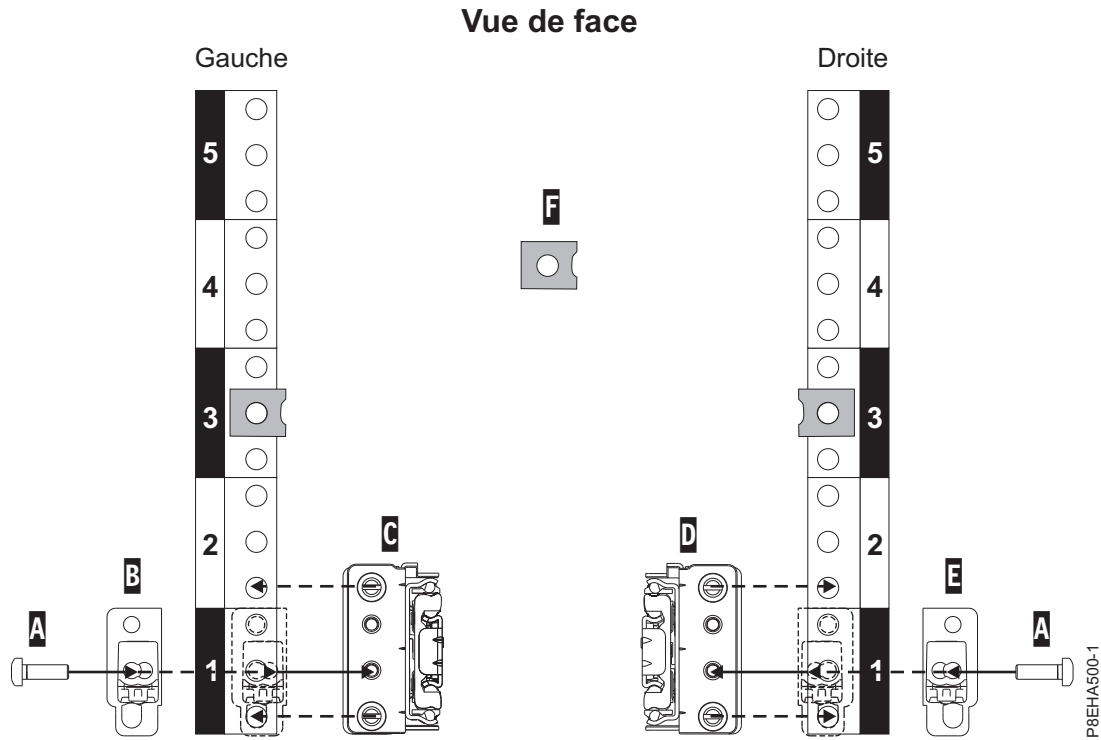

Figure 4. Fixation des glissières à l'avant de l'armoire
3. A l'avant de l'armoire, positionnez la glissière de gauche (C) entre les normes de montage EIA avant et arrière côté gauche, comme illustré dans la figure 4, à la page 5.
6. Positionnez le loquet de fermeture avec ressort (**B**) en recouvrant l'espace EIA avant de la glissière, comme illustré dans la figure 4.
7. Utilisez le tournevis torx T25 pour fixer le loquet de fermeture avec ressort à la bride de la glissière avant avec une vis type torx M5 X 16 mm (**A**) placée dans le trou central (1b) de l'unité EIA, comme illustré à la figure 4.
8. Répétez les étapes 2, à la page 4 à 7 pour la glissière de droite (**D**), comme illustré dans la figure 4. La lettre R est inscrite au verso de l'emplacement de la glissière de droite.
9. Fixez les deux écrous clips (**F**) aux emplacements EIA relatifs 3b sur les normes de montage EIA verticales avant côté droit et côté gauche, comme illustré dans la figure 4.